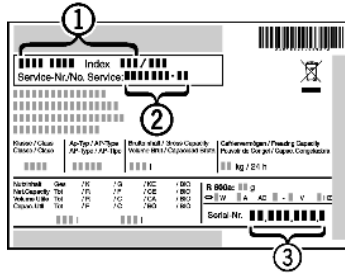

Fig. 8
- ▶ Наименование устройства, Fig. 8 (1), сервисный № Fig. 8 (2) и серийный № Fig. 8 (3) считайте с заводской таблички. Заводская табличка находится внутри устройства слева.
- ▶ Обратитесь в сервисную службу и сообщите вид неисправности, наименование устройства, Fig. 8 (1), сервисный № Fig. 8 (2) и серийный № Fig. 8 (3).